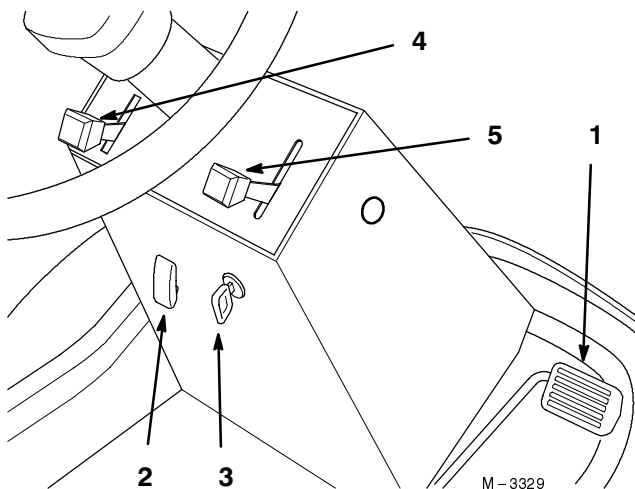

Bild 9
1. Stellen Sie den Gashebel auf "LANGSAM" (Bild 9).
2. Drehen Sie den Zündschlüssel auf "AUS" (Bild 9).